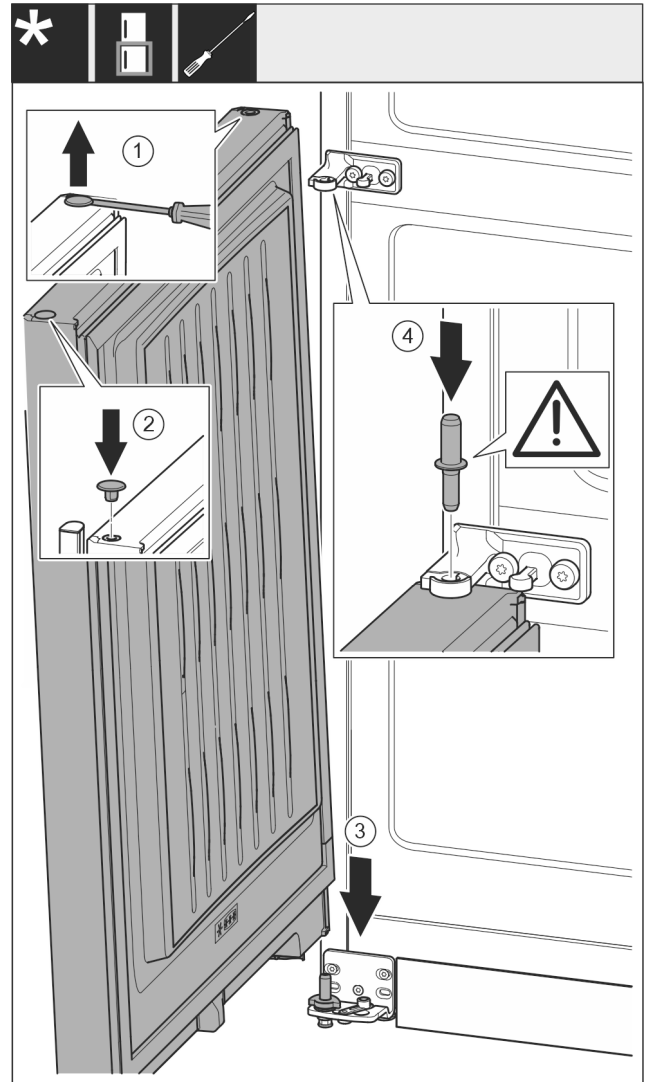

Fig. 21
- ▶ Stopfen Fig. 21 (1) vorsichtig mit einem Schlitzschraubendreher anheben und herausziehen.
- ▶ Stopfen Fig. 21 (2) auf der anderen Türseite wieder einsetzen.
- ▶ Tür Fig. 21 (3) von oben auf den unteren Lagerbolzen aufsetzen.
- ▶ Lagerbolzen Mitte Fig. 21 (4) durch Lagerbock Mitte in die untere Tür einsetzen. Dabei darauf achten, dass der Rastnocken nach hinten zeigt.